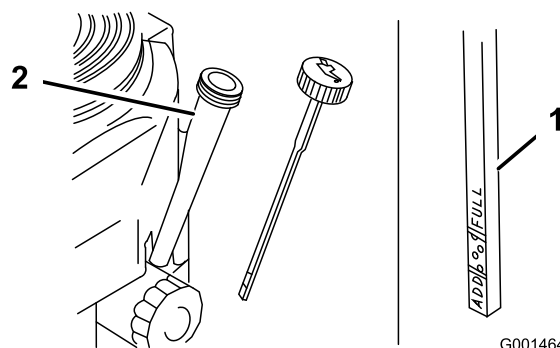

Figure 21
5. Retirez la jauge d'huile et essuyez soigneusement son extrémité (Figure 21).
6. Remettez la jauge au fond du tube de remplissage, mais sans la visser (Figure 21).
4. Nettoyez la surface autour de la jauge d'huile (Figure 21) pour éviter que des impuretés ne
9. Versez avec précaution environ 80 % de la quantité d'huile spécifiée dans le goulot de remplissage (Figure 21)